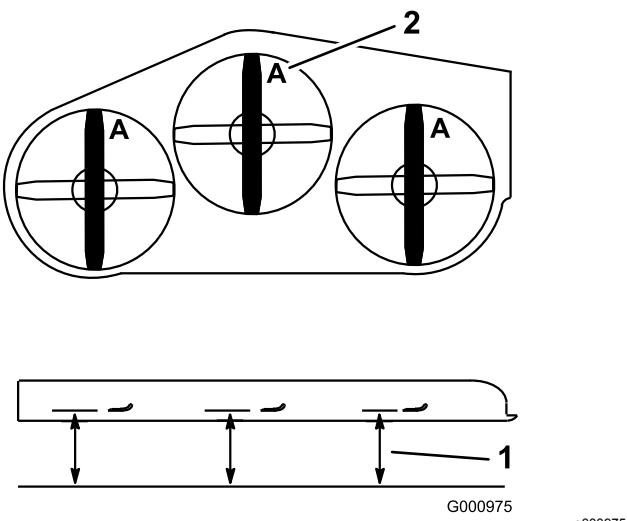

Figura 73
4. Mida desde una superficie nivelada hasta el filo de corte, posición A, de las cuchillas (Figura 73).